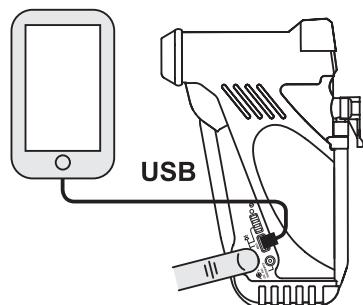

Рис. 4
- Подключите стороннее устройство к порту USB расположенному на корпусе компрессора, используя стандартный USB-кабель (не входит в комплектацию) (рис.4).